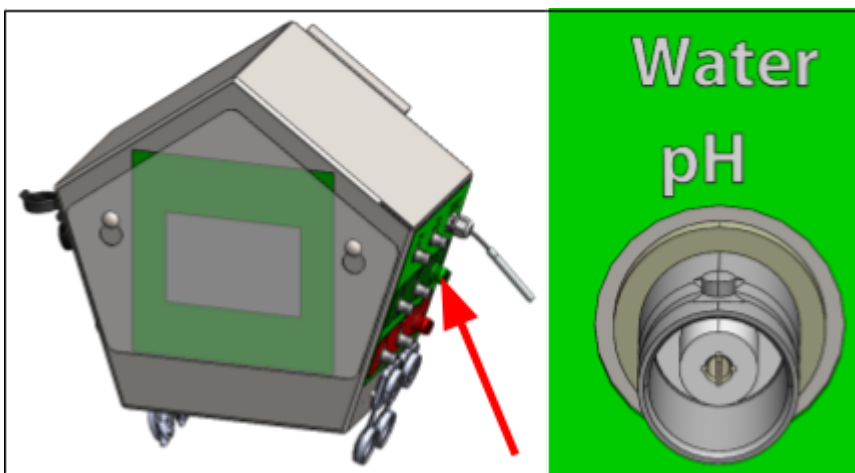

Abbildung 58.
- Schließen Sie das Kabel der pH-Sonde auf der rechten Seite des Steuerkastens an „Water pH“ an (siehe Abbildung 58).